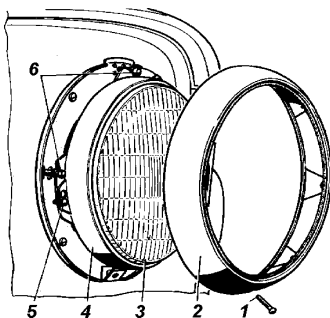
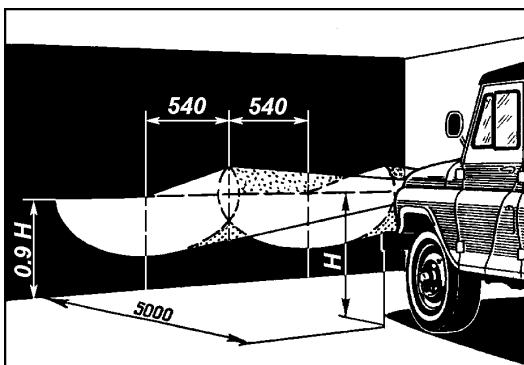

Рис. 8.7. Фара:
Рис. 8.8. Разметка экрана для регулировки фар:
**Фары** (рис. 8.7) имеют оптический элемент с двухнитевой лампой. Нижняя нить лампы в 45 Вт (60 Вт для фары с галогенной лампой), расположенная в фокусе рефлектора, дает сильный луч дальнего света. Верхняя нить 40 Вт (55 Вт для фары с галогенной лампой) дает направленный вниз более слабый ближний свет.
3. Включить "ближний" свет и, закрыв одну из фар, отрегулировать другую винтами 6 (рис. 8.7) так, чтобы световое пятно на стене или экране было расположено, как показано на рис. 8.8. Регулировочные винты фар 62.3711-09 расположены симметрично центра фары в горизонтальной плоскости.